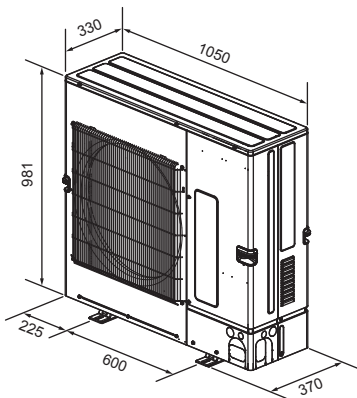

Fig. 2-3
2.3. โครงสร้างและขนาด (เครื่องภายนอกอาคาร) (Fig. 2-3)